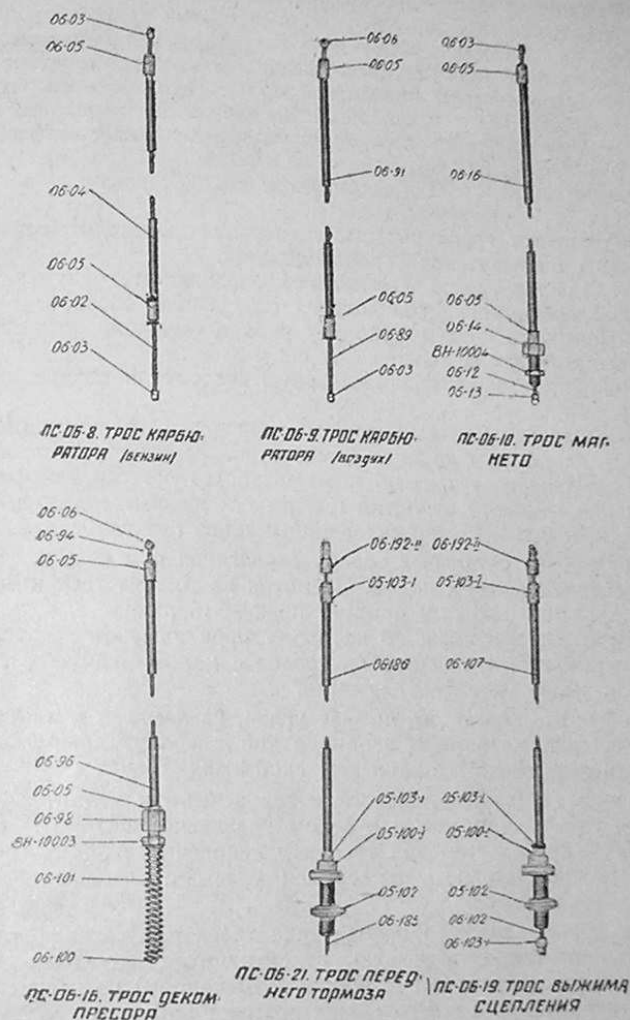

Рис. 57. Тросы.
Регулировку сцепления можно произвести также путем изменения длины троса. Для этого необходимо вернуть штуцер (05-100-1, рис. 57) и удлинить трос в том случае, если сцепление буксует и трос находится постоянно в натянутом состоянии; если сцепление «ведет», т. е. плохо выжимается, надо вывернуть штуцер на 2—3 оборота.
Регулировка троса дроссельной заслонки производится винтом (24, рис. 13) на крышке корпуса смесительной камеры карбюратора. Регулировка троса воздушного корректора регулируется винтом (25) на крышке корпуса смесительной камеры карбюратора. Регулировка троса переднего тормоза производится штуцером (05-100-1, рис. 57) у диска тормозного барабана переднего колеса. Регулировка троса опережения зажигания производится штуцером (06-14, рис. 57). Регулировка троса декомпрессора производится штуцером (06-98).